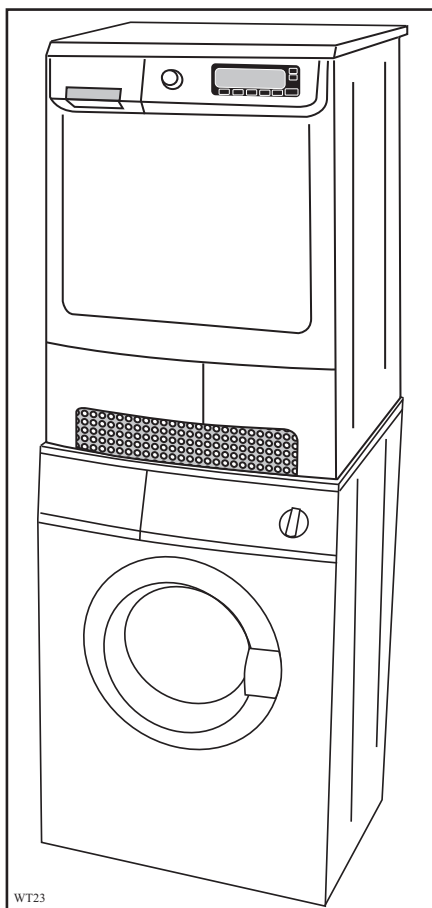

Fig 15
- Modello con piccola porta nello zoccolo dell'apparecchiatura. (fig 15, 16 e 17).